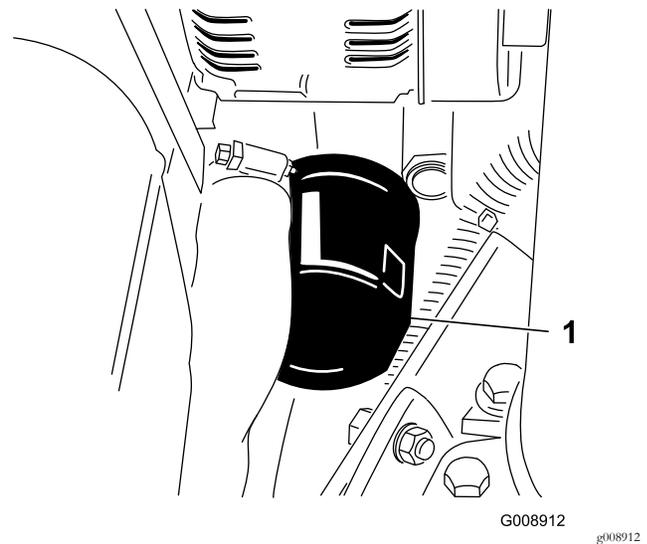

Figura 65
2. Retire el filtro de aceite (Figura 65).